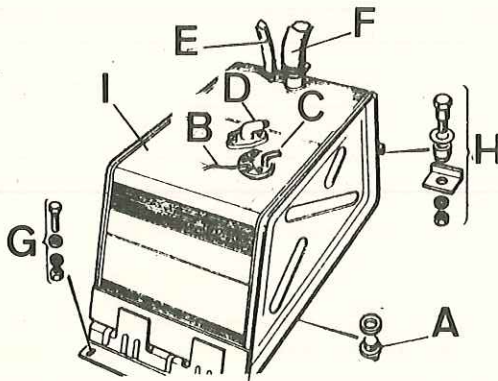

Fig. L1-21 Desmontaje del depósito delantero de combustible
- 1.2. Desmontar el tapón de vaciado, A (Fig. L1-21) con su arandela de estanqueidad y extraer todo el combustible.
- 1.5. Desconectar los cables de la unidad de envío de nivel de combustible, B (Fig. L1-21).
- 1.6. Desconectar la tubería aspirante, C (Fig. L1-21), la de sobrante, D, la del respiradero, E, y la de llenado, F.
- 1.7. Desmontar los elementos de fijación, G (Fig. L1-21) de la parte delantera y los, H, de la parte trasera, extrayendo a continuación el depósito, I.